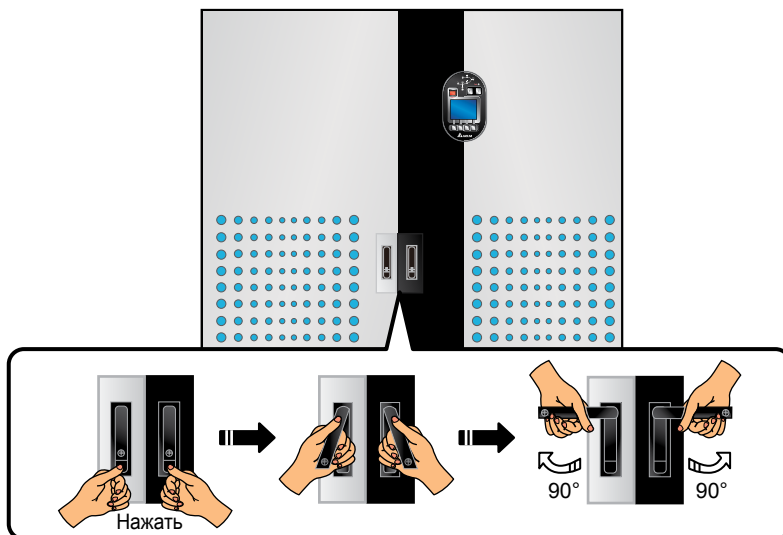

Рис. 2-3. Вид спереди и ручки на дверцах
- **Дверцы:** спереди на шкафу имеется две дверцы с ручками. На правой дверце находится панель управления. На *Рис. 2-3* показано, как открыть эти дверцы.